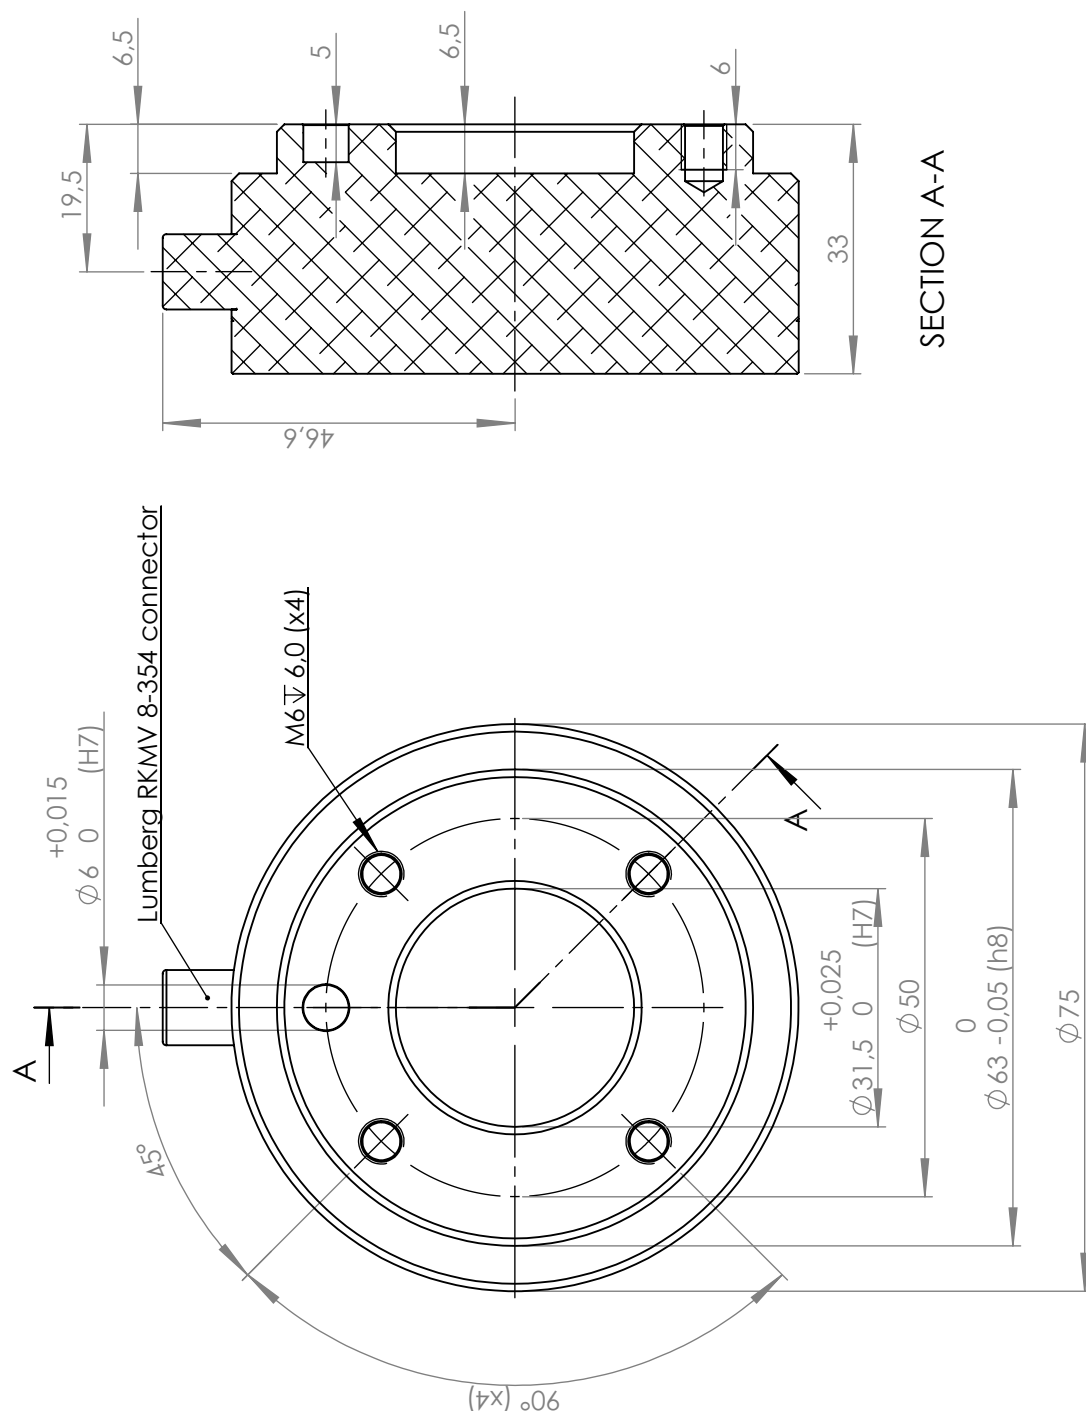

Figura 4.2: Brida de salida de la herramienta, ISO 9409-1-50-4-M6. Aquí es donde se monta la herramienta, en la punta del robot. Todas las medidas están en mm.
**Herram.** La brida de la herramienta del robot tiene cuatro orificios de rosca M6 para acoplar una herramienta al robot. Los pernos deben ajustarse con 9 N·m. En caso de que se desee volver a colocar de forma muy precisa la herramienta, se suministra el orificio de Ø6 para utilizar con una clavija. La figura 4.2 muestra dónde taladrar los orificios y montar los tornillos.